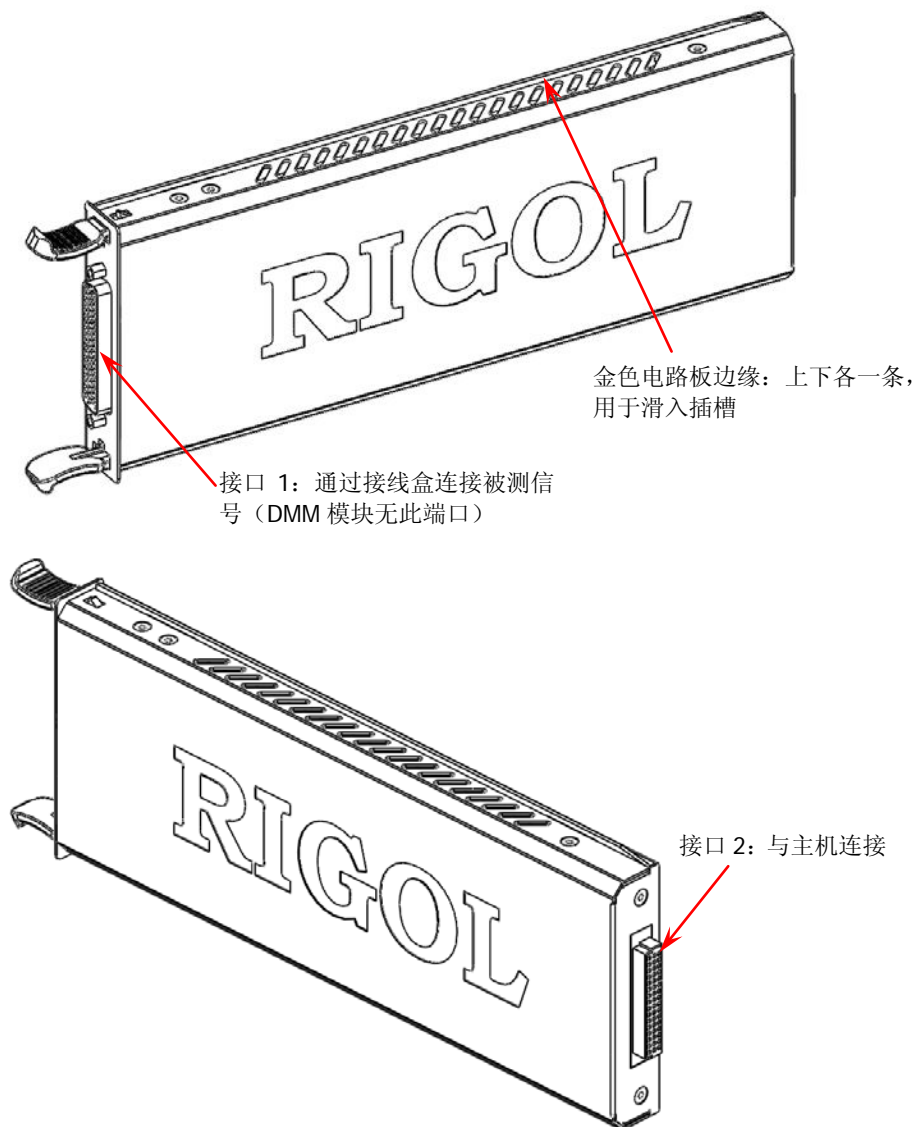

图 1-7 插入式模块外观图
如图 1-7，模块上下各有一条外露的金色电路板边缘。将这两条边缘对准主机插槽内的滑槽后推入，听到“咔嚓”的声音表明已插入到位。此时，接口 2 已与主机连接。
- 3 将接线盒与模块上的接口 1（接口定义见图 1-7）对接，旋紧两个螺杆使之与模块上的螺母紧固。